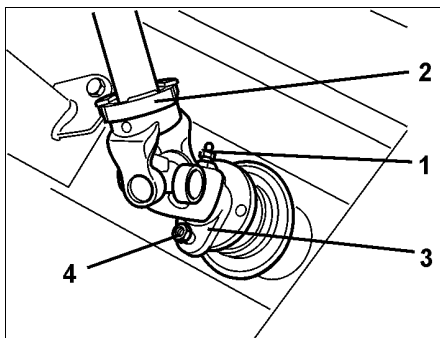

Fig. 22
- Løs smørenippelen (Fig. 22/1) og skyv inn kraftoverføringsakselen (Fig. 22/2).
- Fest forbindelsesgaffelen (Fig. 22/3) med skjærbolten (Fig. 22/4).
- Skru fast smørenippelen (Fig. 22/1).